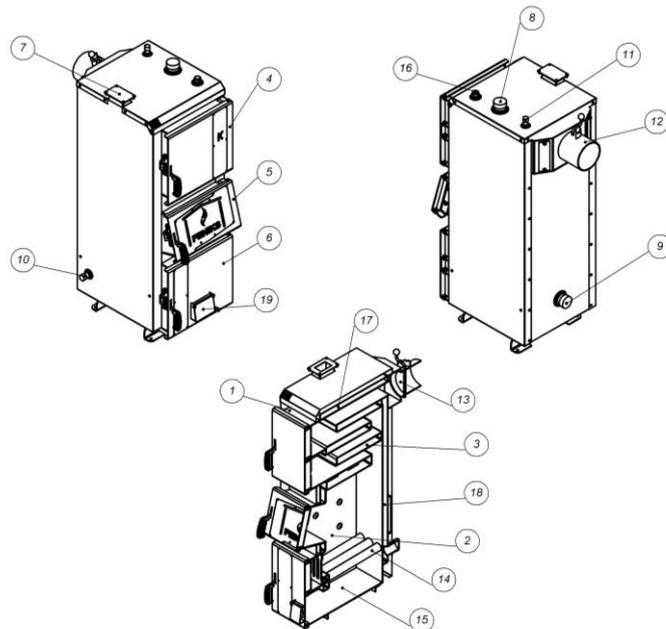

Рисунок 2 – Зовнішній вигляд та основні елементи котла
Конструктивно котел являє собою збірно-зварену конструкцію, що складається з корпуса (поз. 1, рис. 2) з камерою згоряння (топкою) (поз. 2, рис. 2). Конвекційна частина котла складається з багатоходового теплообмінника (поз. 3, рис. 2) комбінованого типу – чотирьох горизонтальних полиць. Теплообмінник розташований безпосередньо над топкою.
Корпус котла виконаний в формі паралелепіпеду з подвійними стінками, які розділені водними перегородками (поз. 17, рис. 2). На зовнішній поверхні корпуса під декоративною обшивкою закріплена теплова ізоляція. (поз. 18, рис. 2).
Паливо для процесу спалення завантажується на колосникові ґрати (поз. 14, рис. 2) крізь завантажувальні дверцята (поз. 5, рис. 2). Колосникові ґрати виконані з товстостінних безшовних труб по яких постійно циркулює вода з водяної оболонки котла. Згоряння палива в топці відбувається за участю повітря, яке постачається під колосникові ґрати припливним вентилятором. Кількість повітря, необхідного для процесу згоряння, регулюється автоматично блоком автоматики управління, або за допомогою терморегулятора.
Підведення і відведення теплоносія здійснюється відповідно через патрубки зворотної мережної води (поз. 9, рис. 2) і прямої мережної води (поз. 8, рис. 2).
Топочні гази виходять у димохід крізь боров (поз. 12, рис. 2), розташований у задній частині котла. Боров обладнано вбудованим дросельним клапаном продуктів згоряння – шибером (поз. 13, рис. 2). У випадку надто високої тяги у димоході шибер дає можливість її знизити шляхом часткового перекривання вихідного отвору борова.
Зола, яка утворюється в процесі згоряння палива, зсипається в нижню частину корпусу котла – зольник (поз. 15, рис. 2).
- з механічним регулятором тяги – під колосникові ґрати крізь дверцята подачі повітря (поз. 19, рис. 2). Кількість повітря, необхідного для процесу згоряння, регулюється механічним регулятором тяги, який шляхом натягу або послаблення ланцюга керує положенням кришки (лючка) дверцят.
У верхній частині корпусу котла розташований штуцер для встановлення запобіжного клапана або групи безпеки котла (поз. 11, рис. 2).
Для можливості встановлення вентилятора зверху корпусу котла ,передбачений отвір, який заглушено кришкою (поз. 7, рис. 2).
Ревізійний дверцята (поз. 6, рис. 2), що розташовані на передній стінці котла, необхідні для періодичного чищення колосникових ґрат.
Для можливості періодичного обслуговування (чищення) теплообмінника передбачені дверцята у верхній частині котла (поз. 4, рис. 2).
Регулятор тяги необхідно приєднати до патрубку з внутрішньою різьбою, який знаходиться у верхній частині корпусу (рис. 2). Різьбове з'єднання при цьому потрібно ущільнити. Регулятор повернути таким чином, щоб наконечник для закріплення шестигранного важеля (з комплекту регулятора) був направлений вправо.